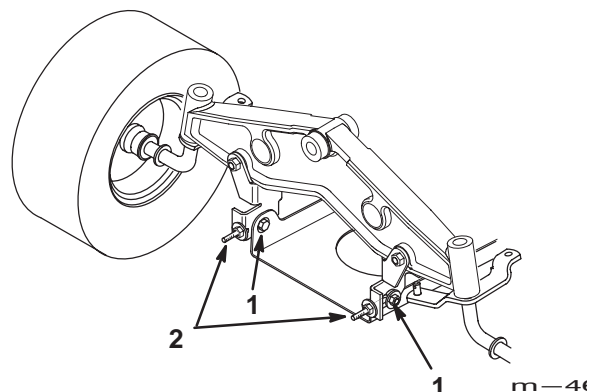

Figure 51
7. Pour régler l'inclinaison avant/arrière des lames, desserrez légèrement les boulons de fixation de la plaque de pivot avant (Fig. 51).
8. Tournez les contre-écrous des boulons à œil pour modifier le réglage (Fig. 51). Serrez les contre-écrous pour relever l'avant du plateau et desserrez-les pour abaisser l'avant du plateau.
10. Quand l'inclinaison avant/arrière est correcte, resserrez les boulons de fixation de la plaque de pivot (Fig. 51).